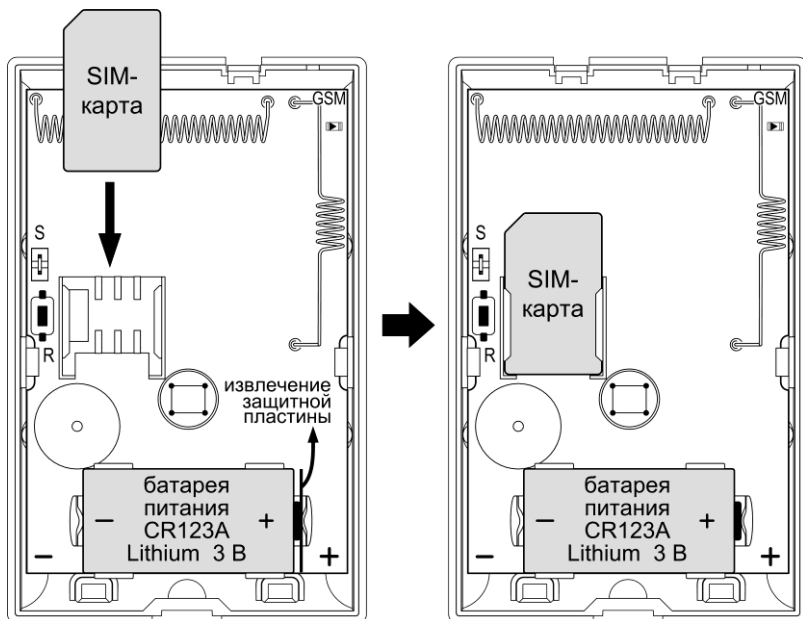

Рис.7 Установка SIM-карты и извлечение защитной пластины
2. Убедитесь, что SIM-карта установлена в соответствии с рис.7, либо установите SIM-карту (если не установлена) – см. рис.7.
3. Включите питание сигнализатора – извлеките защитную пластину из контакта батареи питания (см. рис.7) или установите батарею, соблюдая полярность (если она была извлечена).
2. Убедитесь, что SIM-карта установлена в соответствии с рис.7.